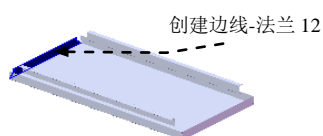
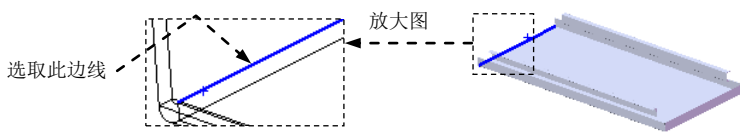

图 17.6.22 创建边线一法兰 12
图 17.6.23 定义特征的边线
Step12. 创建图 17.6.22 所示的边线一法兰 12。
(1) 选择命令。选择下拉菜单 **插入(I)** → **钣金(B)** → **边线法兰(E)...** 命令，系统弹出“边线法兰”对话框。
(2) 定义特征的边线。选取图 17.6.23 所示的模型边线为生成的边线法兰的边线。
(3) 定义法兰参数。在 **角度(G)** 区域的  文本框中输入角度值 90.0。在“边线法兰”对话框 **法兰长度(L)** 区域的下拉列表中选择 **给定深度** 选项，在  文本框中输入深度值 15.0。在此区域中单击“内部虚拟交点”按钮 。在 **法兰位置(N)** 区域中，单击“材料在外”按钮 。
(4) 单击  按钮，完成边线一法兰 12 的初步创建。